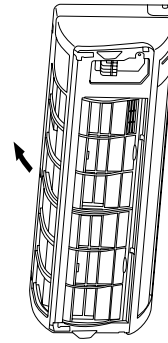

Fig. 3-14
- (1) Al instalar la rejilla, coloque la parte inferior de la rejilla en el bastidor. (Fig. 3-14)